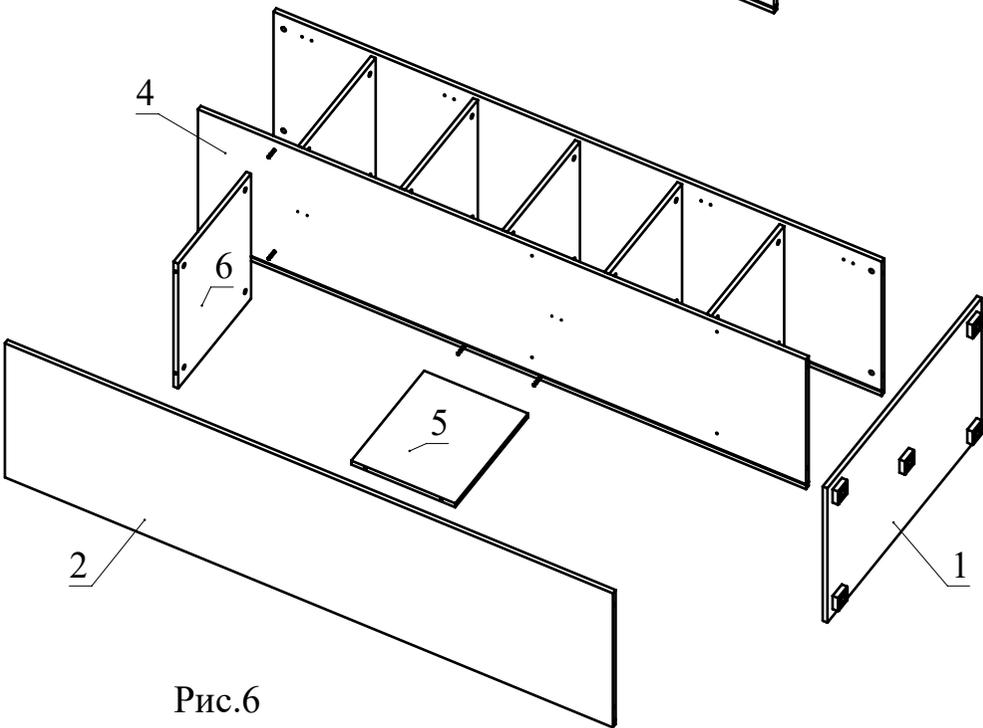

Рис.6
7. Соедините детали согласно схеме, затягивая головки минификсов конфирматным ключом (Рис. 6).